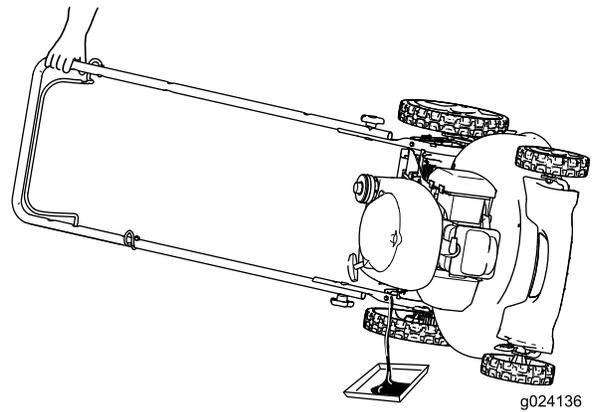

**Figura 19**
3. Retire la varilla girando el tapón en el sentido contrario a las agujas del reloj y tirando del mismo (Figura 19).
10. Observe el nivel de aceite en la varilla (Figura 19).